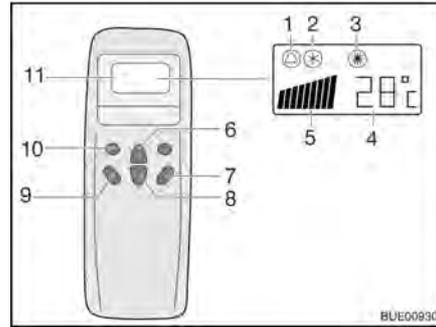
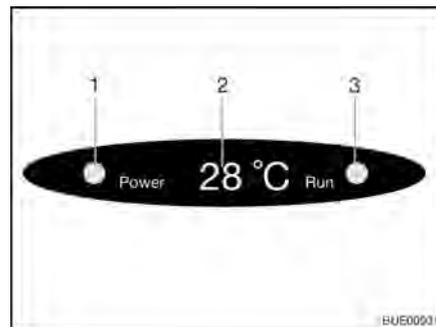

Fig. 149 Telecomando
Fig. 150 Display su diffusore
- Premere il tasto "ON/OFF" (Fig. 149,7).
- Premere il tasto "Mode" (Fig. 149,10) spesso, finché la modalità desiderata (Fig. 149,1, 2 o 3) viene visualizzata sul display. La spia di controllo relativa sul display sul diffusore (Fig. 150,3) si accende.
- Con i tasti di aumento della temperatura (Fig. 149,6) o di riduzione della temperatura (Fig. 149,8) regolare la temperatura desiderata.
- Con il tasto numero di giri ventola (Fig. 149,9) selezionare il livello desiderato per la ventola.